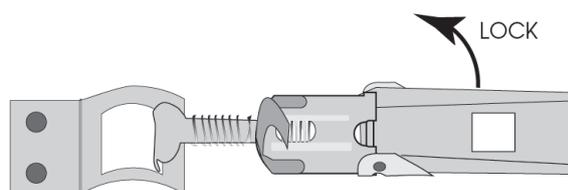

Bild 4: Verriegelung des äußeren Schnellverschlusses
3. Verriegeln Sie die beiden äußeren Schnellverschlüsse (Bild 4).